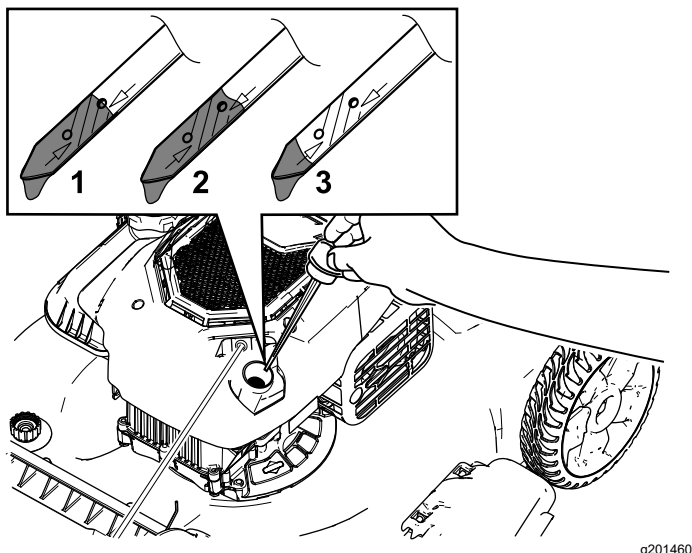

Figura 27
3. Scoateți joja rotind capacul în sens invers acelor de ceasornic și trăgându-l (Figura 27).
10. Verificați nivelul de ulei indicat pe joja (Figura 27).